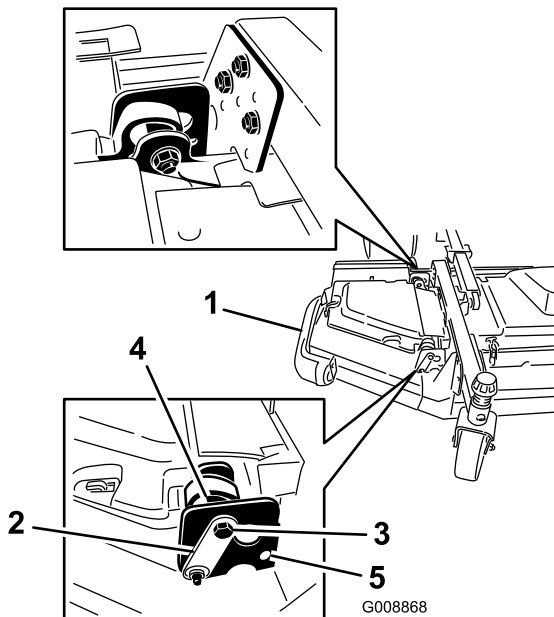

Figura 7
- Afije los pernos y las tuercas que sujetan los dos espaciadores excéntricos a las alas (Figura 7).
- Gire el excéntrico trasero (el más cercano a la unidad de tracción) hasta que la punta exterior de la cuchilla esté aproximadamente 3 mm más alta que la altura de corte deseada (Figura 7).